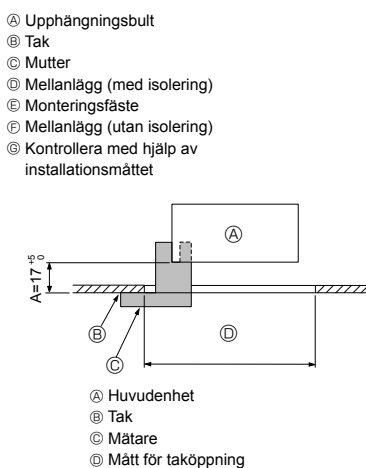

Fig. 3-7
- Se till att steg A utförs mellan 17-22 mm. Om man inte håller sig inom dessa mått kan skador uppstå. (Fig. 3-7)